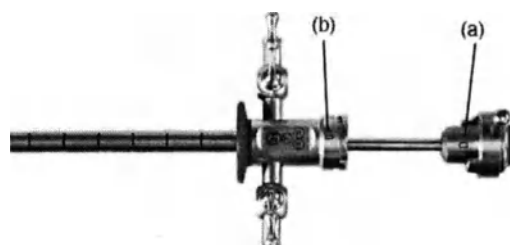

Рисунок 4: Установка обтуратора в тубус цистоскопа
1. Вставить обтуратор в тубус цистоскопа, совместить отметку «0» на обтураторе (а) с отметкой «0» на тубусе цистоскопа (b) (см. Рисунок 4).